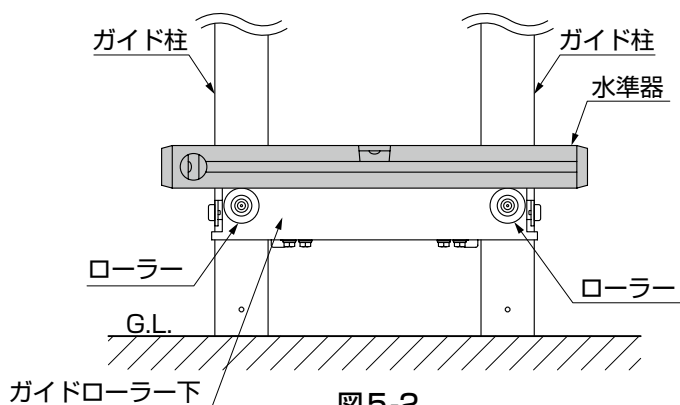

図5-2
- ②ガイドローラー下のローラーに水準器を置き、ローラーが水平であることを確認してください。(図5-2参照)